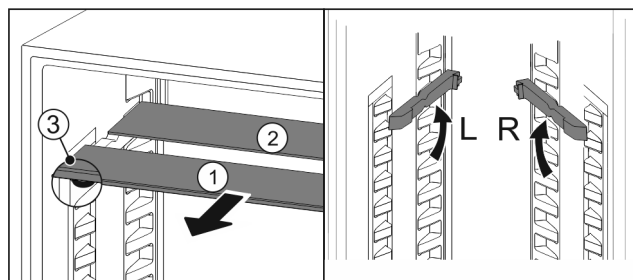

Fig. 102
- ▶ Izvucite Fig. 102 (1) staklene ploče jednu po jednu prema naprijed.
- ▷ Staklena ploča Fig. 102 (1) s ukrasnom letvicom nalazi se sprijeda.
- ▷ Zaustavljači Fig. 102 (3) su usmjereni prema dolje.